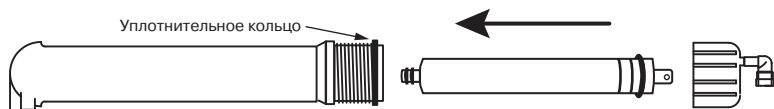

Рис. 15
1. Установите префильтр(ы). Первый префильтр (маркировка на колбе PREFILTER) уже установлен во всех моделях. В во вторую колбу (маркировка CARBON) установите угольный картридж. В третью ступень (SEDIMENT) установите механический префильтр. Картриджи, соответствующие ступеням очистки для каждой модели фильтров, перечислены в таблице на стр. 15 . Для установки картриджа необходимо раскрутить колбу при помощи ключа (10). Аккуратно снимите защитную пленку с картриджа и установите его в колбу. Обратите внимание на маркировку “THIS END NEXT TO VESSEL THREADS“ на верхней крышке картриджа. Закрутите колбу вручную, без применения ключа, не прикладывая чрезмерных усилий.
2. Установите мембрану. Для этого отсоедините трубку (H) от быстроразъемного коннектора крышки мембраны. Откройте крышку колбы мембраны (маркировка MEMBRANE). Смажьте силиконовой смазкой резиновые уплотнения мембраны. Установите мембрану в корпус согласно **рис. 15**. Смажьте силиконовой смазкой уплотнение крышки колбы мембраны и аккуратно установите его на колбу. Закрутите крышку колбы мембраны и пристыкуйте трубку (H). Следите, чтобы уплотнительное кольцо крышки колбы было установлено на колбе без перекосов.